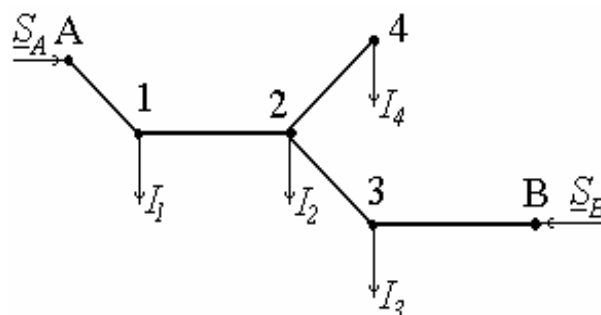

Рис. 62. Схема сети к задаче 40
**Задача 40.** Для схемы сети, изображенной на рис. 62, определить мощности, поступающие в сеть от источников питания А и В. Напряжения в точках А и В одинаковы. Номинальное напряжение сети 35 кВ.